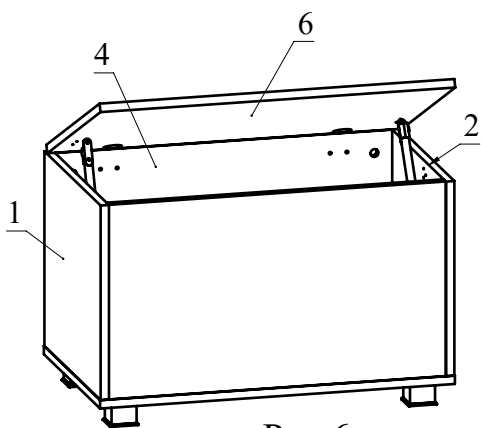

Рис.6
6. Установите деталь 6, закрепив при помощи евровинтов ответные планки петель на детали 4 (Рис. 6).